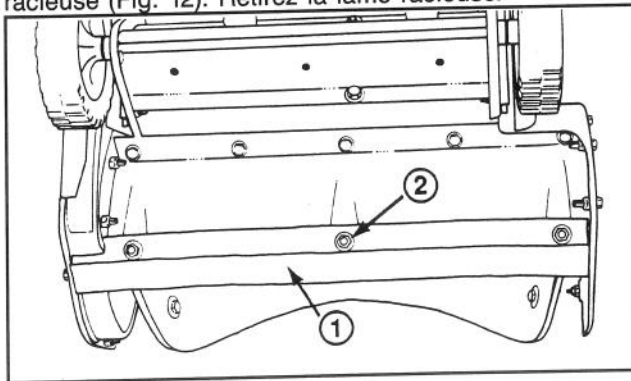

Figure 12
4. Retirez les trois (3) boulons de carrossier et les trois (3) écrous à collerette tout en maintenant la lame racleuse (Fig. 12). Retirez la lame racleuse.